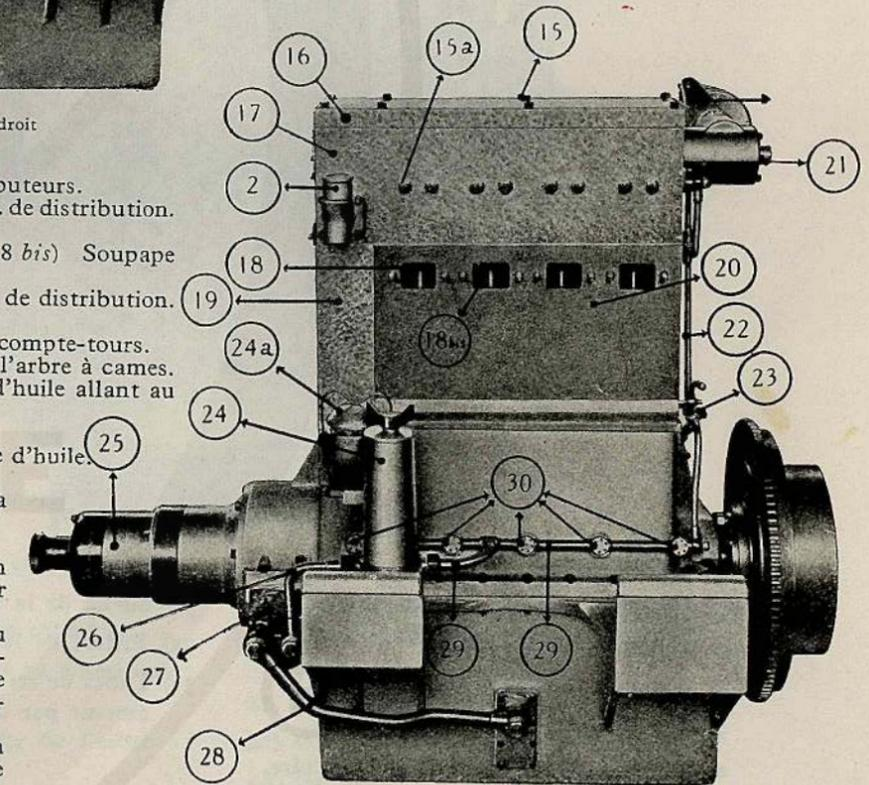
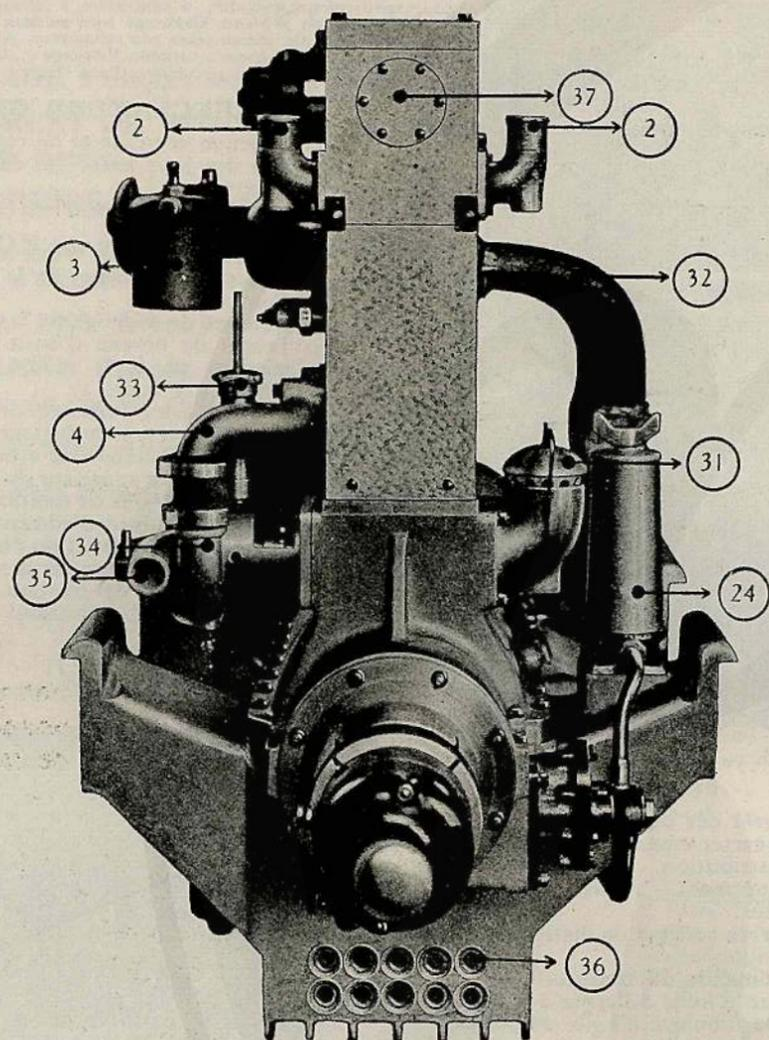
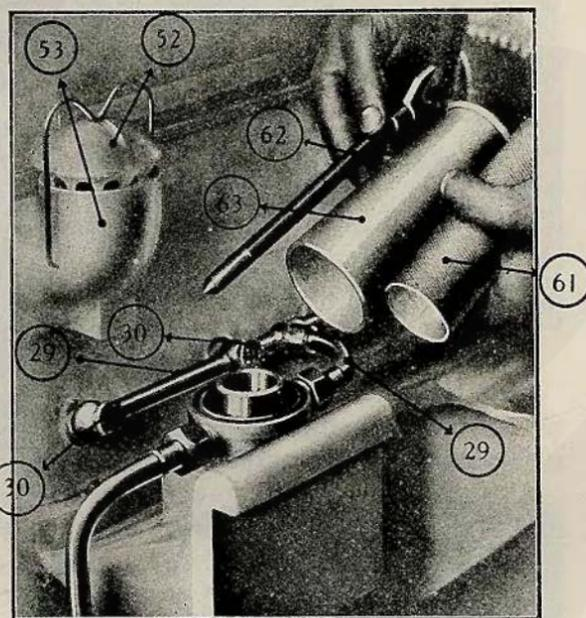
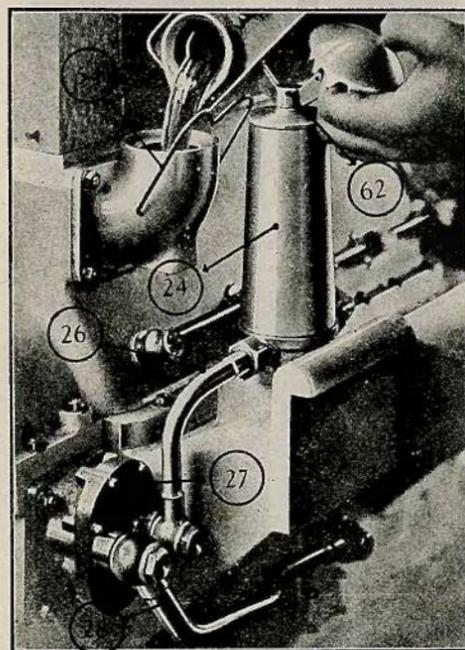

Fig. 2 - Vue du côté gauche
FIG. 3
FIG. 9
FIG. 10
Pour mettre l'huile dans le moteur il faut enlever le couvercle (52, fig. 9), placé sur la pipe (53), à cet effet il suffit de faire basculer le ressort (54, fig. 10), et procéder comme indiqué en suivant l'ascension de la jauge pour ne pas en mettre en excès. Il faut attendre quelques minutes, car l'huile doit traverser un grand filtre placé à la partie inférieure du carter avant de parvenir au réservoir du flotteur (10, page 7).
La circulation d'huile au moteur est assurée par une pompe à huile (à engrenages), n° 27, fig. 10.
La partie inférieure du carter fait réservoir d'huile. Le carter étant vide, il faut mettre environ*) 6 litres d'huile pour que la jauge arrive en haut. Cette huile est en partie en circulation dans le moteur pendant la marche, le reste se refroidit par le courant d'air qui passe dans les tubes qui traversent la partie inférieure du carter (36, fig. 3). De plus ces tubes augmentent considérablement la surface de refroidissement. Sur la figure 2, page 7, il est facile de suivre le mouvement de la circulation. La tubulure 28 réunit le réservoir d'huile à la pompe 27, la tubulure 26 réunit la pompe à un filtre facilement démontable en 3 parties (61, 62 et 63, fig. 9) destiné à retenir toutes les impuretés. La tubulure 29 réunit le filtre aux différents points à graisser. L'huile est aspirée par la pompe qui la refoule ensuite dans le filtre; sous l'effet de la pression l'huile traverse la toile métallique (61) et vient graisser sous pression les paliers centraux à travers les vis gicleurs calibrés (30). D'autres gicleurs amènent l'huile dans des gorges où la force centrifuge l'entraîne dans les portées des bielles. Les cylindres et pistons sont abondamment graissés par projection. A l'extrémité arrière de la tubulure 29 est branchée une tubulure 22 qui distribue en deux points l'arrivée de l'huile pour le graissage de l'arbre à cames, des basculeurs et des soupapes. Le retour de cette huile s'effectue par le carter n° 19 qui renferme l'arbre vertical de commande de la distribution et par 4 tubes qui traversent le cylindre de haut en bas. L'huile qui s'échappe des paliers et des bielles et celle qui revient de la distribution retournent au réservoir d'huile après avoir traversé un filtre qui s'étend sur toute la longueur du carter. Elle se trouve filtrée une première fois, elle le sera une deuxième fois en traversant le filtre 24, lequel, étant très fin, demande à être vérifié souvent. Pour faire cette opération desserrer la vis à papillon (62, fig. 10), et la retirer complètement, enlever le carter aluminium (63), ensuite le filtre (61), les trois pièces sont représentées figure 9. Bien laver le filtre en l'agitant dans l'essence propre ou du benzol de préférence si le filtre est encrassé fortement, frotter avec les doigts si c'est nécessaire, bien le secouer et laisser sécher, ne jamais employer de chiffons pour le nettoyer. Laver de la même manière l'intérieur du carter (63) et remonter.